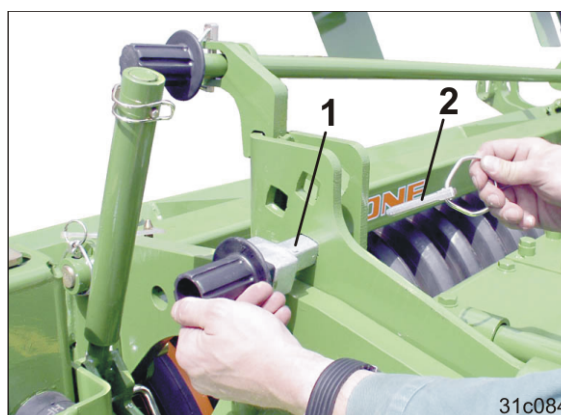

図 81
4. 耕深制御ピン (図 81/1) を、希望する位置に留めます。
5. 両方の耕深制御ピンをリンチピン (図 81/2) で固定します。
5. 両方の耕深制御ピンをリンチピン ( 図 81/2 ) で固定します。
4. 両方の耕深制御ピンをリンチピン ( 図 81/2 ) で固定します。